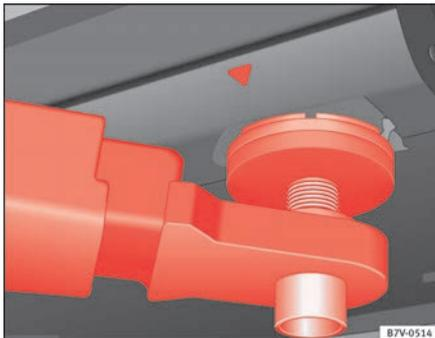
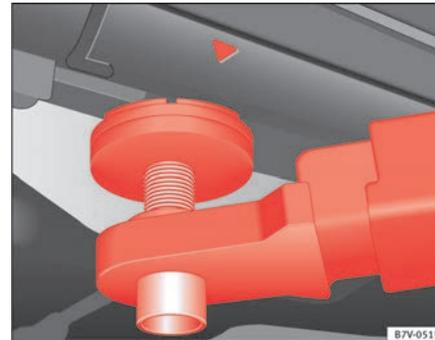

Abb. 167 Aufnahme-
Abb. 168 Aufnahme-
Das Fahrzeug darf nur an den in den Abbildungen ⇒ Abb. 167 und ⇒ Abb. 168 gezeigten Punkten angehoben werden. Wenn das Fahrzeug nicht an den gezeigten Punkten angehoben wird, können Schäden am Fahrzeug ⇒ ⚠ und schwerwiegende Verletzungen die Folge sein ⇒ ⚠.
- Fahrzeug nur an den in den Abbildungen ⇒ **Abb. 167** und ⇒ **Abb. 168** gezeigten Punkten anheben. Wenn das Fahrzeug nicht an den gezeigten Punkten angehoben wird, kann das Fahrzeug von der Hebebühne fallen, wenn z. B. der Motor oder das Getriebe ausgebaut wird.